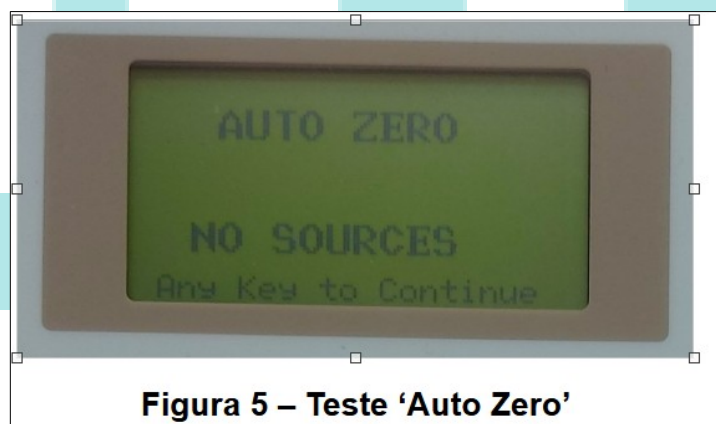

Figura 5 – Teste 'Auto Zero'
9. Pressionar a tecla ENTER quando for apresentada a tela AUTO ZERO (NO SOURCES), conforme a Figura 5, e aguardar pelo resultado. Anotar na planilha;